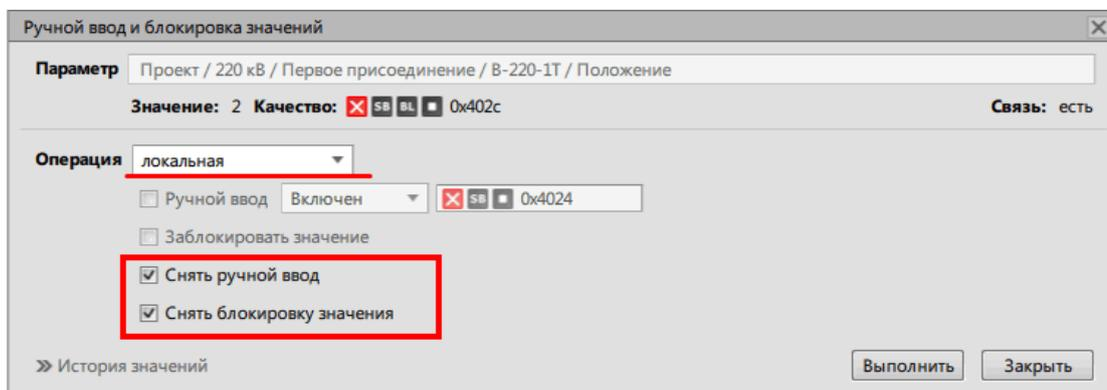
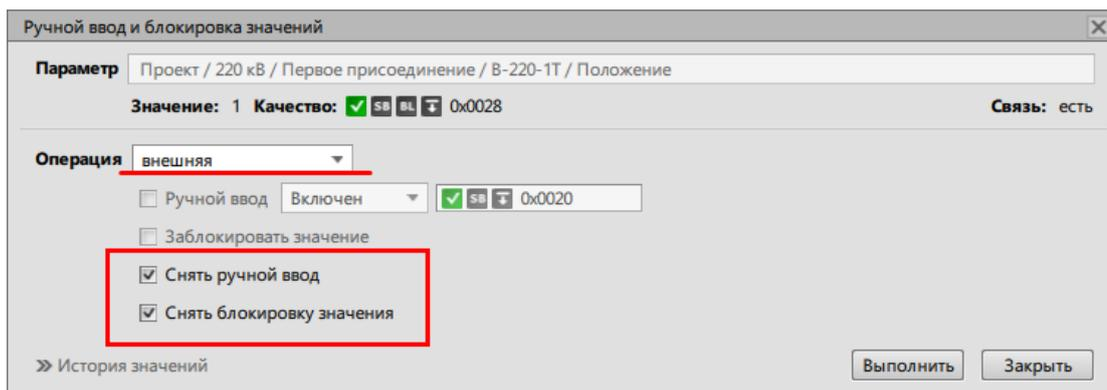

Рисунок 173 - Снять ручной ввод и блокировку у локальной операции
Рисунок 174 - Снять ручной ввод и блокировку у внешней операции
2. Для локальной операции отметьте чекбоксы **Снять ручной ввод** и **Снять блокировку значений** (если была установлена блокировка) (Рисунок 173). Для внешней операции отметьте чекбоксы **Снять ручной ввод** и **Снять блокировку значений** (Рисунок 174).